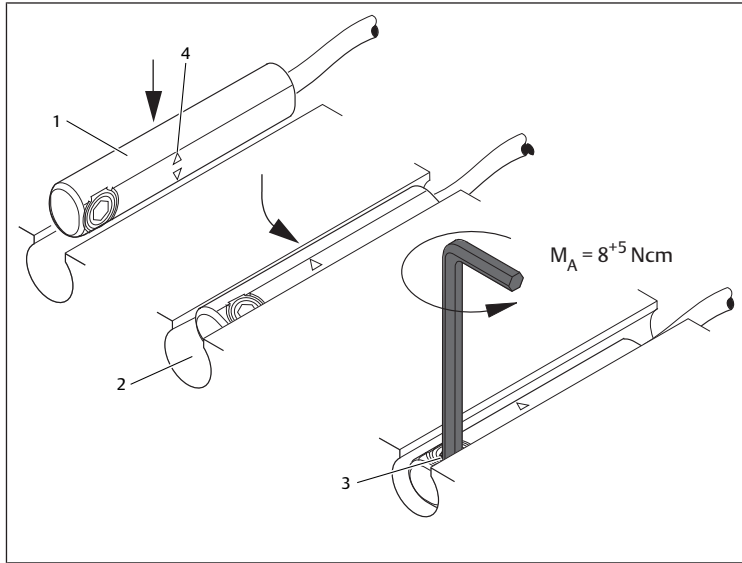

Fig. 1: Montaje del sensor
Véase → Fig. 1
4. Introduzca el sensor (1) desde arriba en la ranura C (2) y desplace el sensor en la ranura C hasta que los dos LED se enciendan a la vez; enrosque firmemente el tornillo de fijación (3). Par de apriete: $MA = 8^{+5}$ Ncm. Véase → Fig. 1.